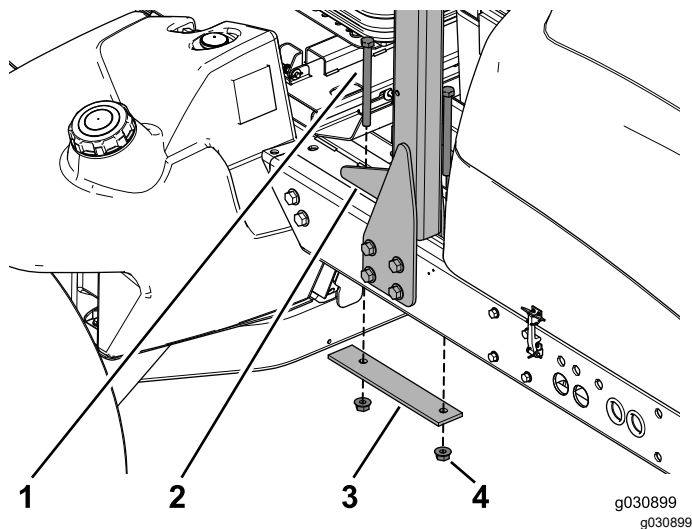

Figura 4
3. Rimuovete e conservate i 2 bulloni, la piastra di rinforzo e i 2 dadi flangiati che fissano il roll bar alla parte superiore del telaio (Figura 4).